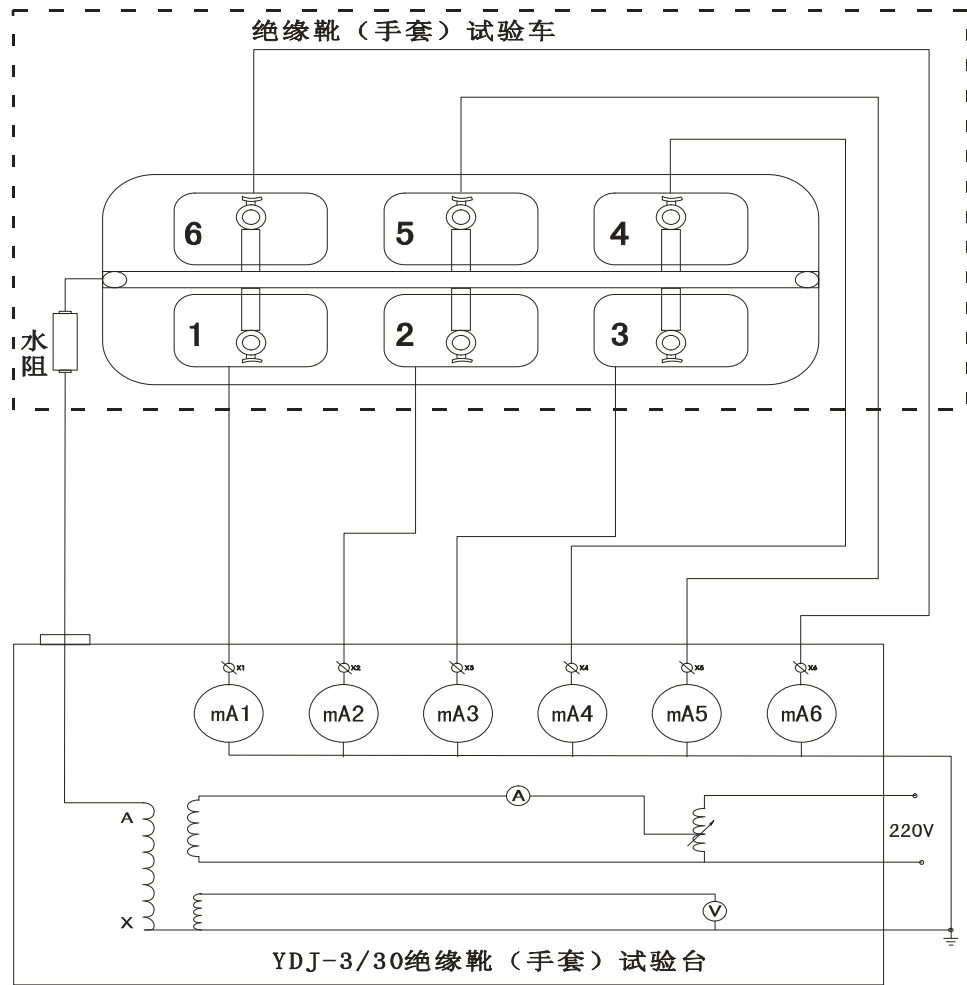

图 1：成套使用接线图
接入 0~220V 电源，调节工频耐压试验台，根据试验变压器的电磁感应原理，使变压器产生 0~30KV 工频高压至各电极，使绝缘靴（手套）获得规定的试验电压。根据绝缘靴（手套）试验规程，读取、纪录测试参数。成套使用接线图见图 1（毫安表六块）
3. 按图 1、图 2 将水阻的一端与绝缘靴(手套)试验车上的高压输入螺母(7)相连,另一端用 35KV 高压电缆由绝缘靴(手套)试验台的高压出线口引至绝缘靴(手套)试验台内试验变压器高压输出端 A,将盛水槽 1-6 上的泄漏测量接线端与绝缘靴(手套)试验台上的接线端 X1-X6 一一对应相连。